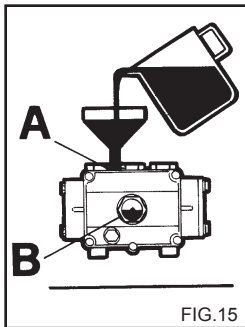

FIG.15
- 4) Atarraxe a tampa de descarga e introduza o óleo pelo orifício superior (fig. 15) até que alcance o nível indicado no visor (fig. 15B). **Só use óleo SAE 15 W40.**